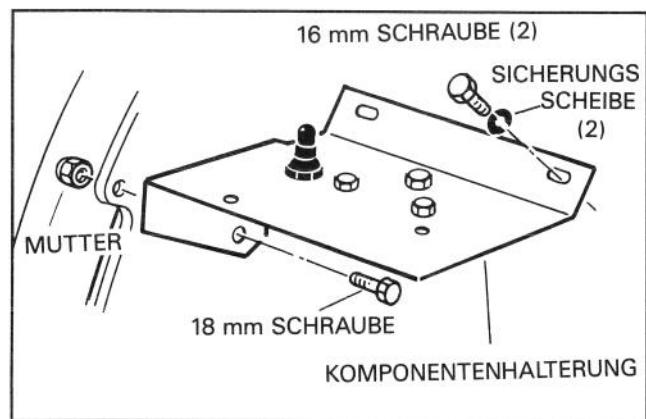

Abbildung 13
22. Komponentenhalterung mit einer 16 mm Schraube und Sicherungsscheibe an Motor anbringen (Abb. 13).